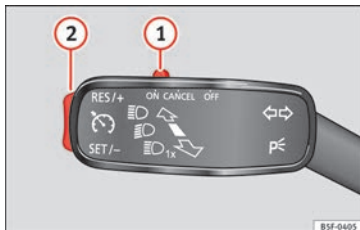

Fig. 49 A la izquierda de la columna de la dirección: conmutador y mandos de manejo del GRA.
- Conectar el GRA: desplace el conmutador » **fig. 49 ①** hasta **ON**. El sistema está encendido. El sistema no regula al no haber programado ninguna velocidad.
- Activar el GRA: pulse el botón » **fig. 49 ②** en la zona **SET/-**. La velocidad actual se memoriza y regula.
- Desconectar el GRA temporalmente: desplace el conmutador » **fig. 49 ①** hasta **CANCEL** o pise el freno. La regulación se desconecta temporalmente.
- Conectar el GRA de nuevo: pulse el botón » **fig. 49 ②** en **RES/+**. La velocidad memorizada se guarda y regula otra vez.
- Aumentar velocidad programada durante regulación de GRA: pulse botón **②** en **RES/+**. El vehículo acelera hasta la nueva velocidad guardada.
- Reducir velocidad programada durante regulación de GRA: pulse botón **②** en **SET/-** para reducir 1 km/h (1 mph). La velocidad se reduce hasta alcanzar la nueva velocidad memorizada.
- Desconectar el GRA: desplace el conmutador » **fig. 49 ①** a **OFF**. Se desconecta el sistema y la velocidad memorizada se borra.